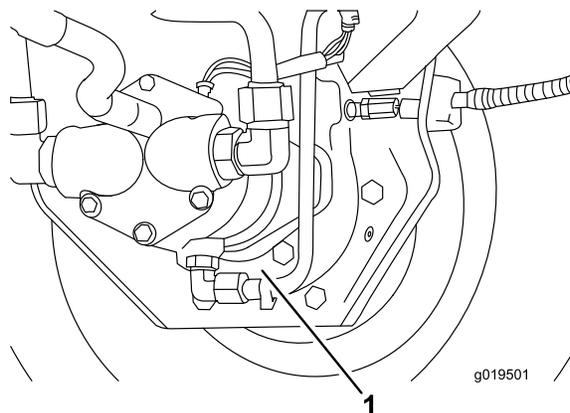

図 65
3. ブレーキハウジングの下に容器を置き、プラグを外してオイルを抜く (図 65)。